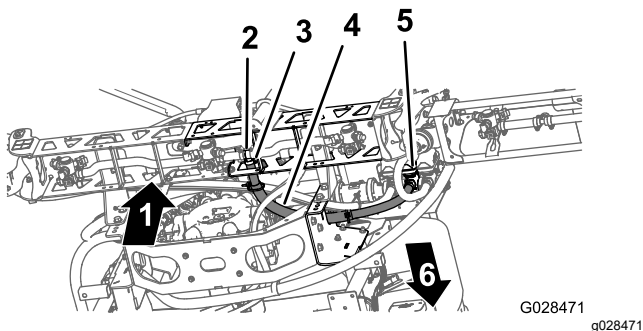

Bild 44
1. Verlegen Sie den Schlauch des mittleren Auslegerabschnitts, wie in Bild 44 abgebildet.
2. Befestigen Sie den Schlauch des Auslegerabschnitts über dem gezahnten T-Anschlussstück am mittleren Auslegerabschnitt und befestigen den Schlauch mit einer Schlauchklemme (Bild 44).